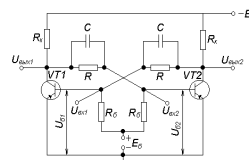

Рис. 1.19
19. Показать по схеме симметричного триггера с внешним источником смещения (рис.1.19) путь прохождения тока при открытом состоянии транзистора VT2. Начертить временную диаграмму $U_{K1}(t)$.